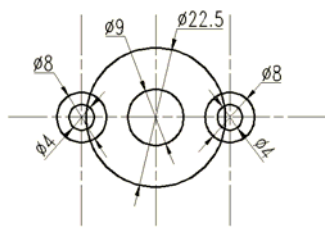

图 7-127 绘制同心圆
- 04 将“轮廓线”设置为当前图层，单击【绘图】工具栏上的  按钮，分别绘制如图 7-127 所示的同心圆。